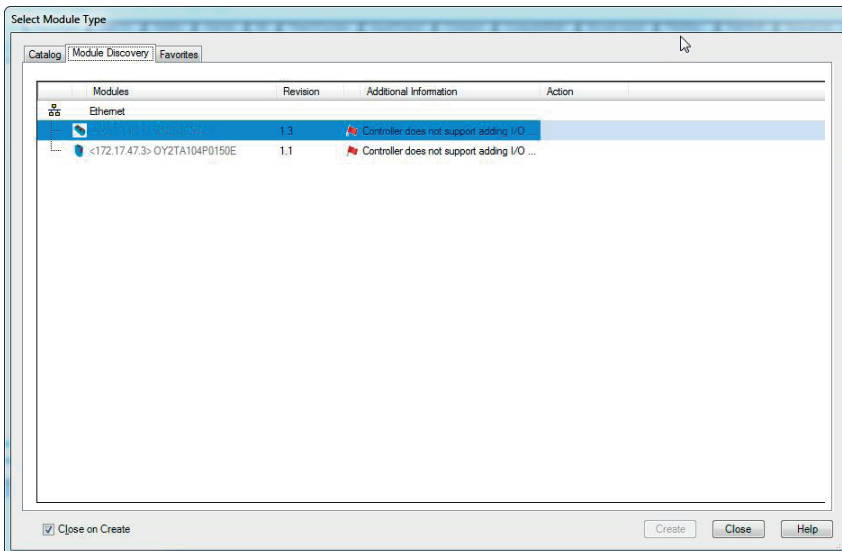
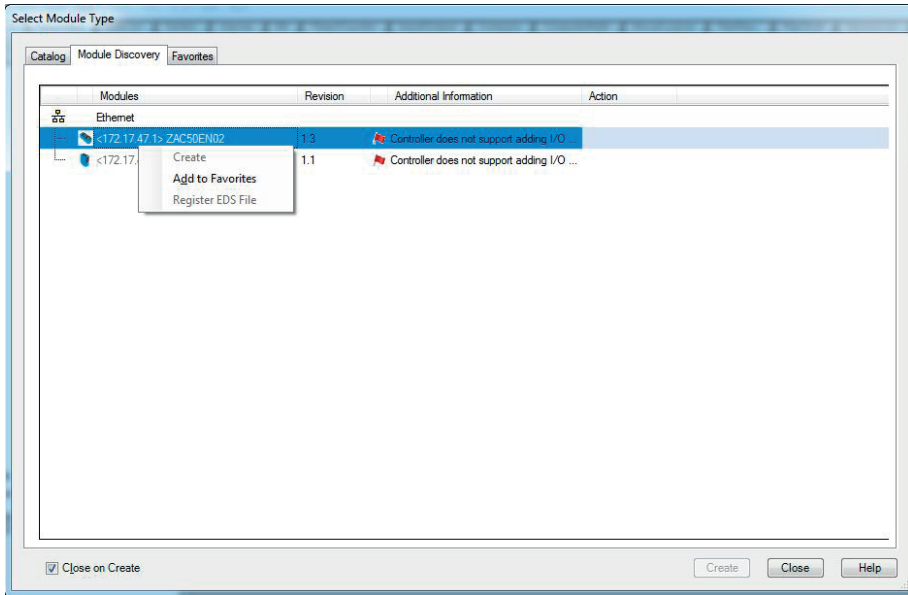
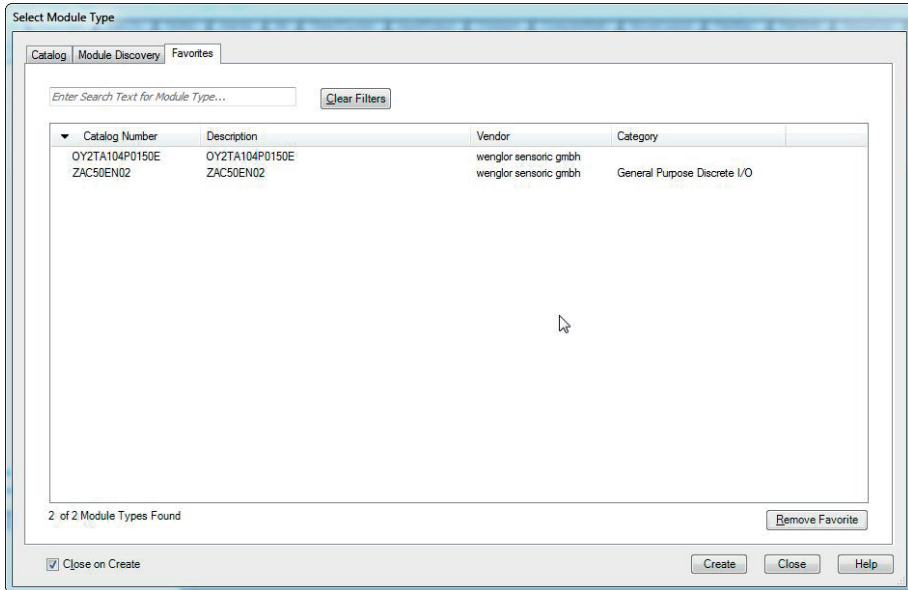

Abbildung 11: Module Discovery
Abbildung 12: Add to Favorites
Abbildung 13: Favorite Devices
- Unter „Select Module Type“ und „Module Discovery“ werden nun die angeschlossenen wenglor EtherNet/IP Produkte angezeigt (Abbildung 11). Per „Rechtsklick“ auf das jeweilige Device können die Produkte zu den Favoriten hinzugefügt werden (Abbildung 12). Unter dem Reiter „Favorites“ werden diese dann aufgeführt (Abbildung 13).